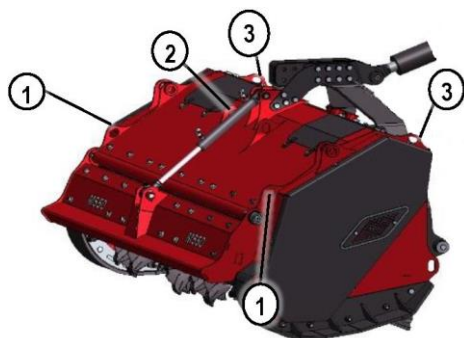

Рис. 13. Точки подвешивания
Для навешивания мульчирующей фрезы на кран можно воспользоваться проушинами (1) и (3) или проушинами (1-3) (Рис. 13), в зависимости от того, имеется ли в распоряжении подвеска с 2 или с 4 канатами.